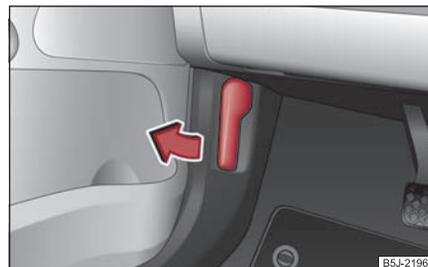

Fig. 14 Palanca de desbloqueo para el capó
- Tire de la palanca de desbloqueo debajo del tablero de instrumentos, lado del conductor ⇒ fig. 14.